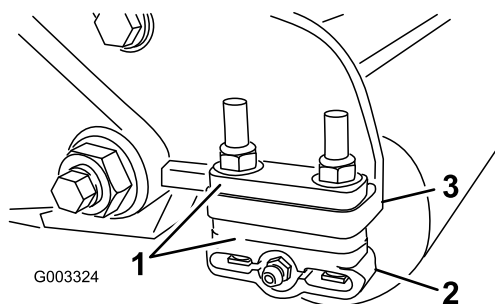

**Figura 9**
3. Ad una estremità del cilindro, inserite una striscia di carta da giornale tra il cilindro e la controlama (Figura 9). Mentre ruotate leggermente in avanti il cilindro, ruotate la vite di regolazione della barra di appoggio (Figura 8) in senso orario (sullo stesso lato del cilindro, uno scatto per volta) finché la carta - inserita dalla parte anteriore, parallelamente alla controlama - non verrà leggermente compressa, se inserita dalla parte anteriore, parallelamente alla controlama. Avvertirete una leggera resistenza mentre la carta viene tirata.
5. Una volta terminata la regolazione, verificate che il cilindro comprima la carta, quando viene inserita dalla parte anteriore, e che tagli la carta, quando viene inserita ad angolo retto rispetto alla controlama (Figura 9). Deve essere possibile tagliare la carta con un contatto minimo tra la controlama e le lame del cilindro. Se risulta evidente una resistenza del cilindro/un contatto eccessivo, sarà necessario lappare o riaffilare l'apparato di taglio per ottenere il livello di affilatura necessario per un taglio di precisione (Fate riferimento al manuale Toro per l'affilatura del cilindro e delle macchine a taglio rotativo, Modulo N. 80-300PT).